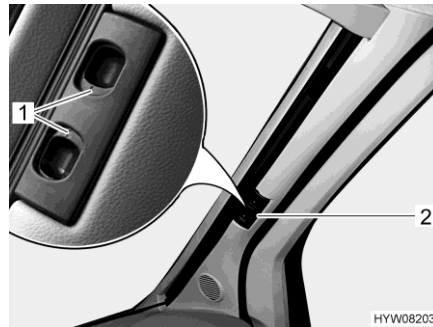

Fig. 18 Dispositif occultant plissé (pare-brise)
- Presser les poignées de déverrouillage (Fig. 18,1) et les maintenir pressées.
- Tirer le dispositif occultant plissé pour le pare-brise par la poignée (Fig. 18,2) vers le centre de la fenêtre.
- Pousser les deux moitiés du dispositif occultant plissé pour le pare-brise par la poignée (Fig. 18,2) à fond vers l'extérieur. Soulever la poignée à la hauteur de l'évidement de verrouillage.
- Lâcher les poignées de déverrouillage (Fig. 18,1) et les faire s'enclencher.